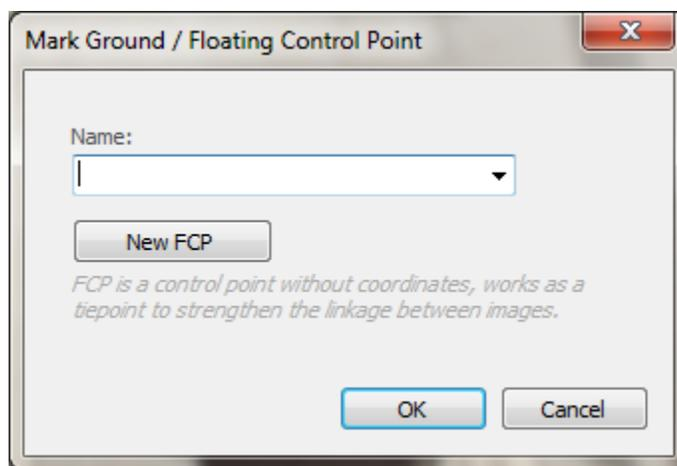

图 69: 添加一个新浮动控制点
2. 在图像上，单击希望添加新浮动控制点的位置 (图 69)。